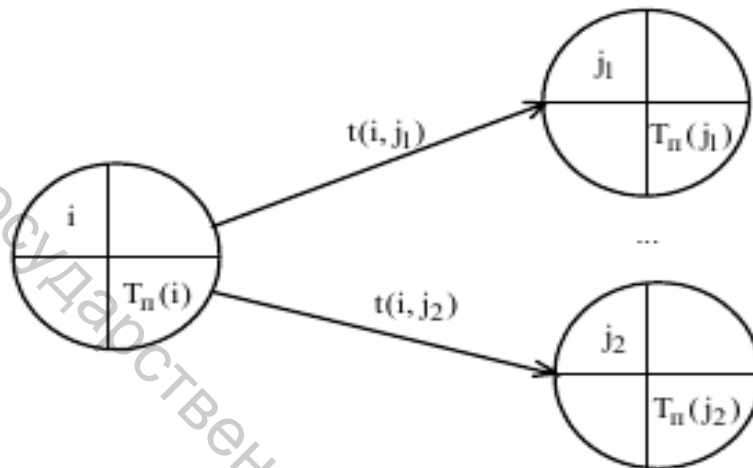

Рисунок 12 – Фрагмент сетевого графика
2) для всех остальных событий  $i$ :  $T_n(i) = \min_{\forall(j,i)} [T_n(j) - t(i,j)]$  где минимум берется по всем работам  $(i,j)$ , выходящим из события  $i$ ;  $t(i,j)$  – длительность работы  $(i,j)$  (рисунок 12).